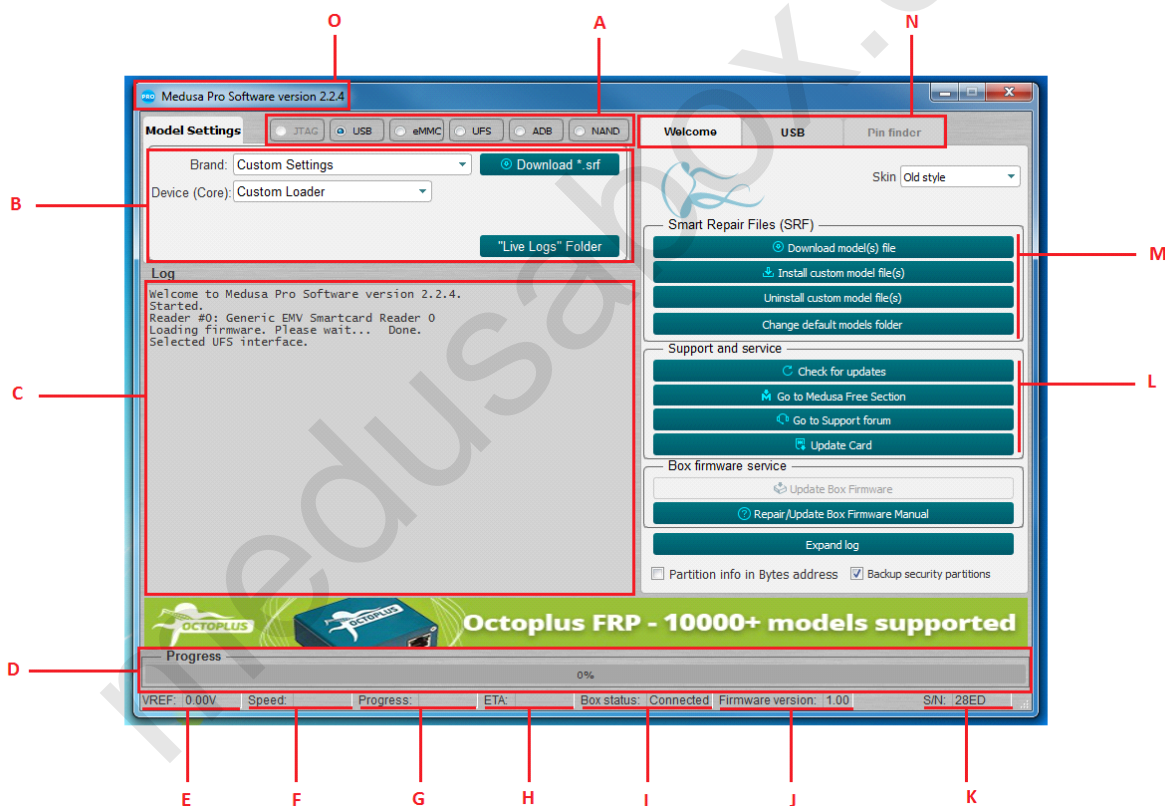

Рис. 1 Основное окно, вкладка «Welcome»
- Группа вкладок для работы с боксом. Первая вкладка «Welcome» показана на рис.1 и предназначена для управления SRF, управления версиями программного обеспечения и прошивками бокса. Вторая вкладка зависит от выбранного интерфейса Рис. 1A. Третья вкладка Pin Finder не используется.
- Необходимо физически подключить устройство к одному из интерфейсов Рис.1А;
- Настроить интерфейс в поле, указанном на Рис.1В;
- Результаты инициализации выводятся в лог (Рис.1С). В случае успешной инициализации лог может содержать определенные параметры устройства, например: изготовителя устройства, модель устройства, серийный номер, объем носителя и др. В случае если не удалось инициализировать устройство, в лог выводится информация о невозможности инициализировать устройство;